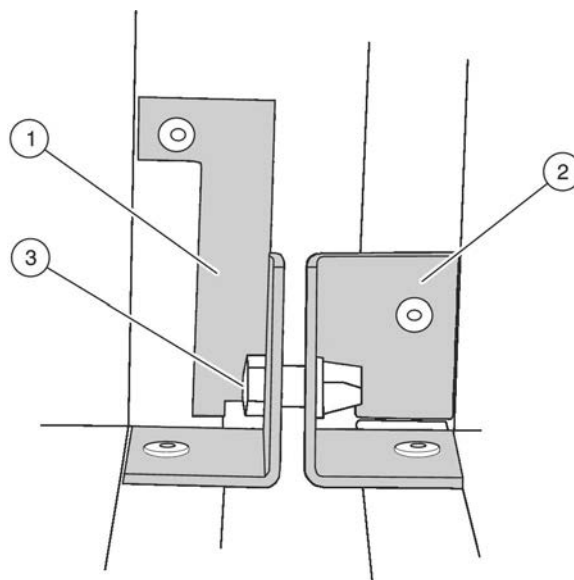

Fig. 20: Goussets
4. ▶ Mettre à la terre le module à accessoire du côté commande sur la vis à tête hexagonale (Voir la Fig. 20/3) sur le gousset inférieur.
5. ▶ Visser tous les goussets (Voir la Fig. 20/1+2) à l'aide de vis à tête hexagonale (Voir la Fig. 20/3).